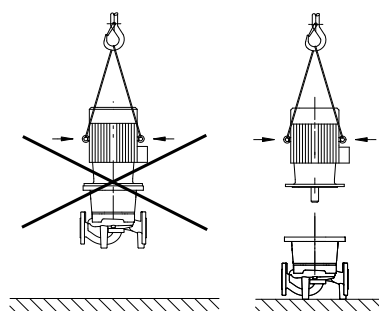

Fig. 20: Transport motorja
- Dviziha ušesa za dvigovanje na motorju uporabljajte le za prenašanje motorja, in ne za prenašanje celotne črpalke (Fig. 20).